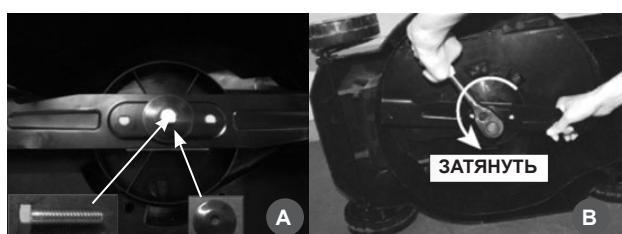

Рис.5
- Установите тарельчатую шайбу на нож и закрутите болт крепления ножа (Рис.5А).
- Удерживайте нож твердо одной рукой и используя гаечный ключ, затяните болт крепления ножа против часовой стрелки (Рис.5В).